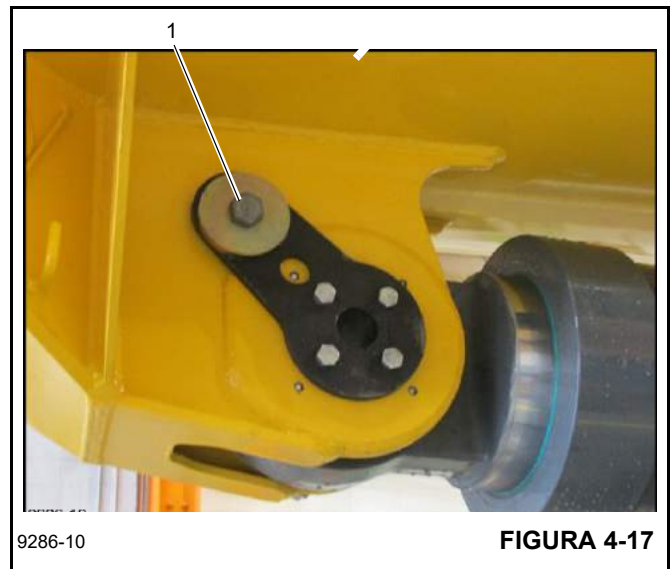

FIGURA 4-17
15. Instale el perno para fijar el pasador (1, Figura 4-17).